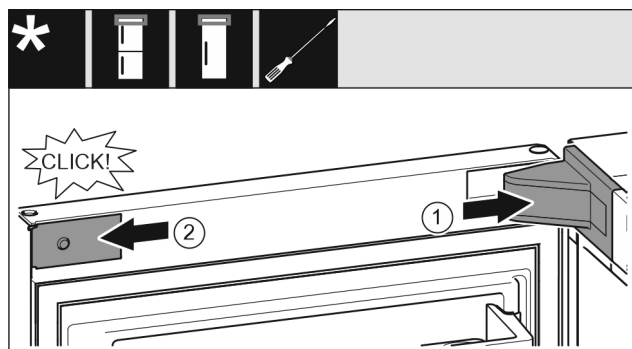

Fig. 22
- Applicare e innestare la copertura del blocco di supporto Fig. 22 (1), eventualmente staccarle l'una dall'altra con cautela.
- Applicare la maschera Fig. 22 (2) sui lati e innestarla.